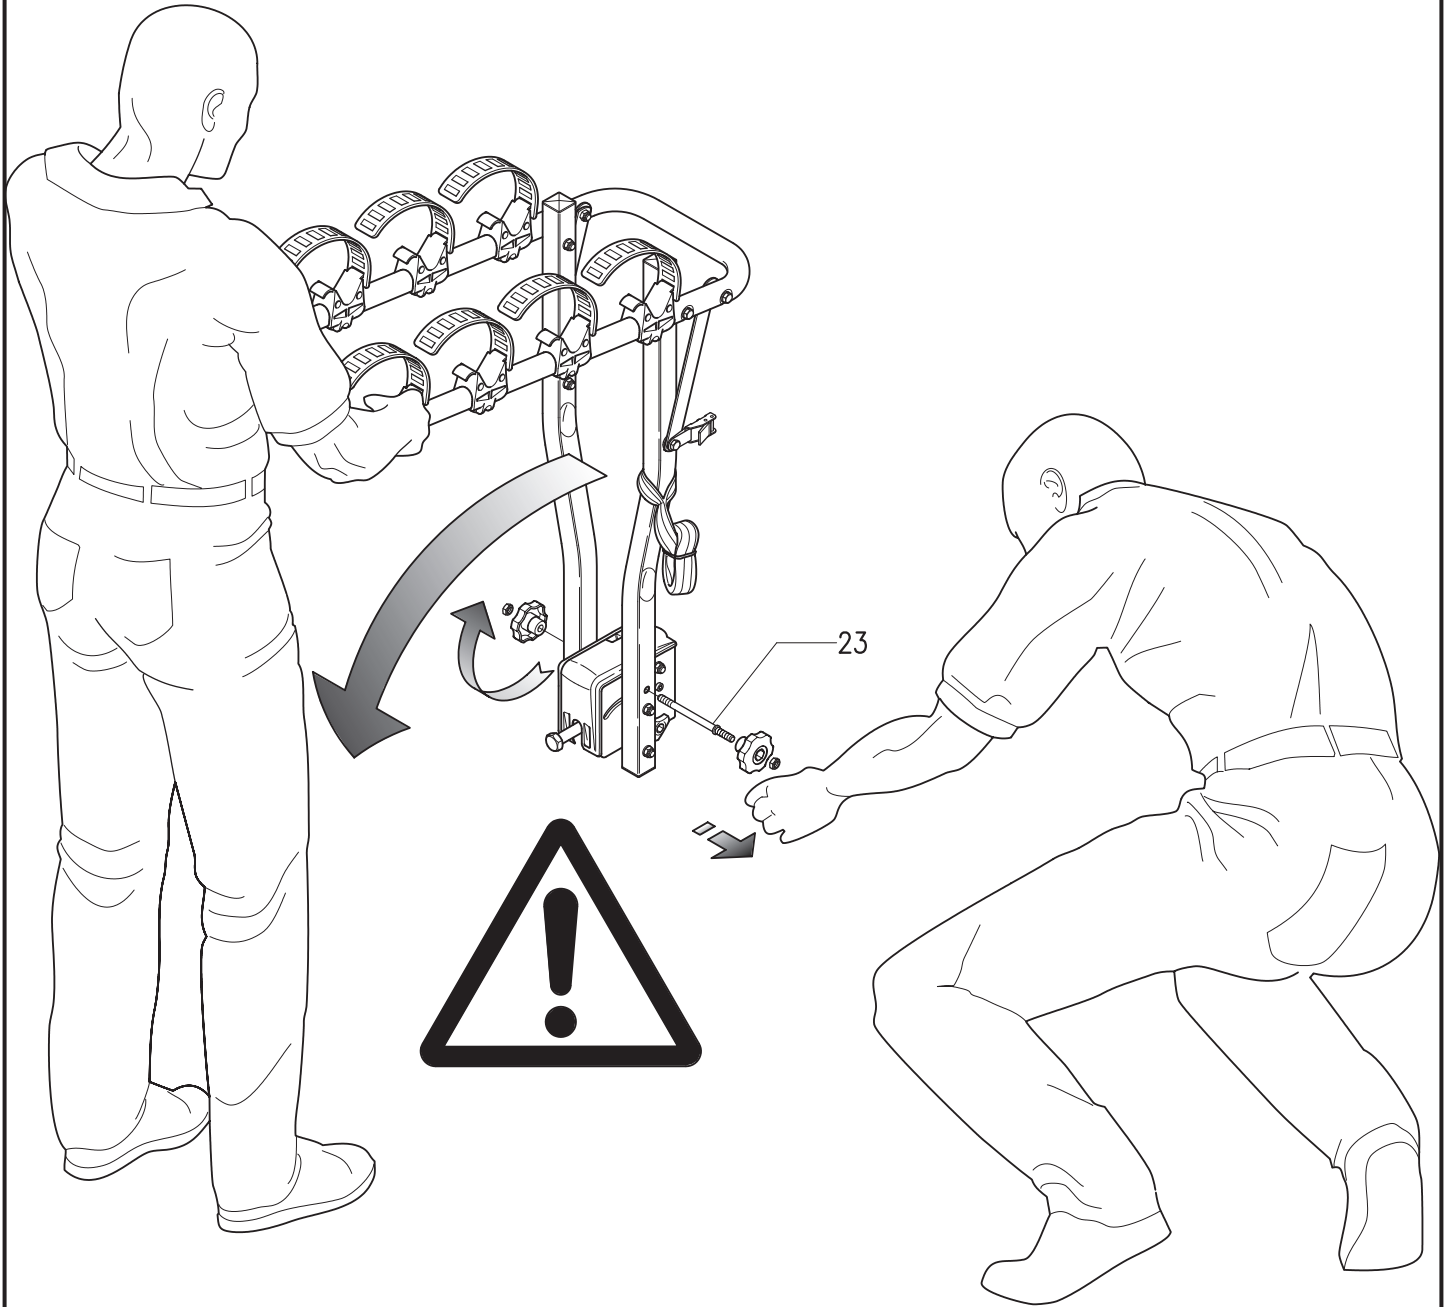

Fig. F1
- 9) Clean the parts of the bodywork that will be in contact with the straps of the bike carrier, insert the hooks of the lashing straps 9B between the hatch and the car frame (Fig. F1), then thread the straps through the buckles 9A ensuring that they are inserted correctly (Fig. G1).
- 9) Die Teile der Karosserie säubern, die mit den Riemen des Fahrradträgers in Berührung kommen, die Haken in die Riemen 9B an den Rändern der Autoheckklappe einfügen (Fig. F1), dann die Riemen in die Schnallen 9A einführen, wobei auf die korrekte Eintrittsrichtung zu achten ist (Abb. G1).
9) Nettoyer les parties de la carrosserie qui seront en contact avec les sangles du porte-vélo, introduisez les crochets des sangles 9B sur les bords du hayon du véhicule (Fig. F1), puis introduisez les sangles dans les boucles 9A en respectant le sens d'entrée (Fig. G1).